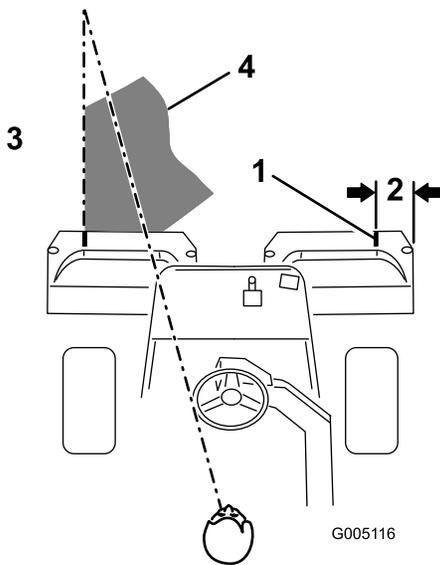

图 25
**注意** 为了保持以直线方式穿过果岭、并使得机器与此前剪草的边缘保持等距请在机器前到果岭未剪部分的边缘想象一条长约1.83m的视线图25。包括将方向盘的外缘看作视线的一部分即让方向盘边缘对准与机器前面始终保持等距的某个点。